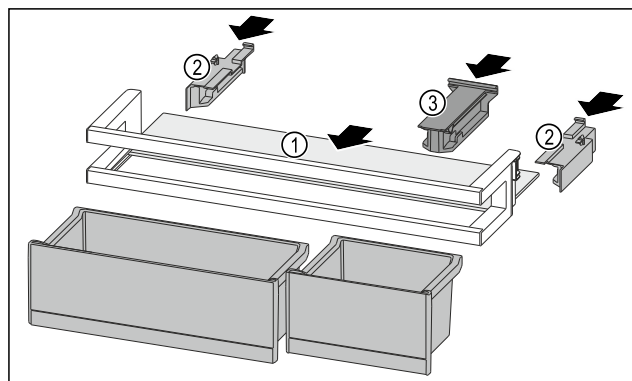

Fig. 205
- Skjut in hyllan Fig. 205 (1) i ursparingarna på sidan.
- Sätt in sidodelarna Fig. 205 (2).
- Sätt in fästdelen Fig. 205 (3).